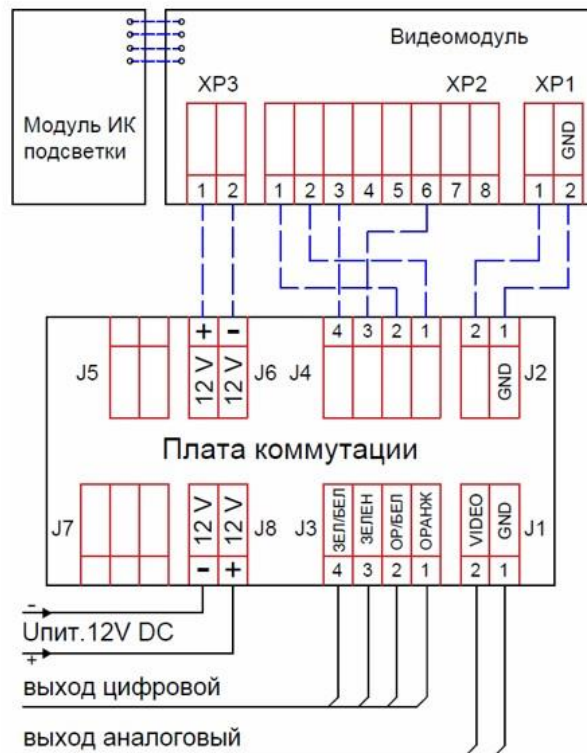
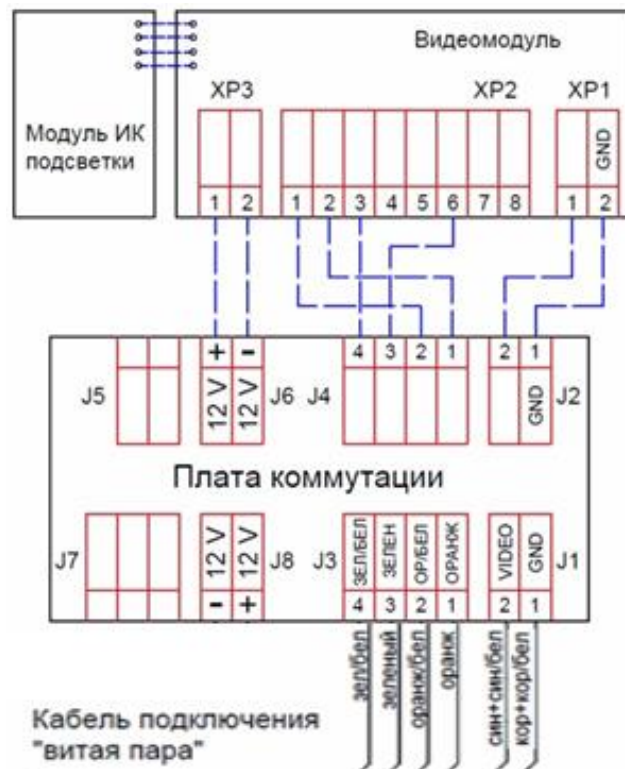

Рисунок 4.5 – Схема подключения камеры с питанием 12 В
Рисунок 4.6 – Схема подключения камеры с питанием по PoE
4. Через кабельные вводы заведите питающий и сигнальный кабели, подключите к плате коммутации, согласно схеме подключений (Рисунок 4.5, Рисунок 4.6). По умолчанию видеочасть подключается с питанием по PoE на разъёмы J1 и J3 «Платы коммутации». При необходимости подключения питания 12 В необходимо к клемме J6 «Платы коммутации» подключить подписанные заизолированные провода (красный – «+» и черный – «-»), идущие от платы «Модуль PoE».
7. Установите термокожух на кронштейн (6) и зафиксируйте при помощи болта.